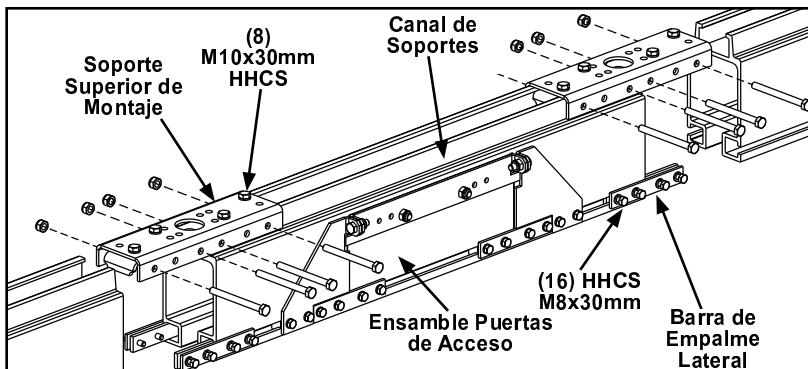
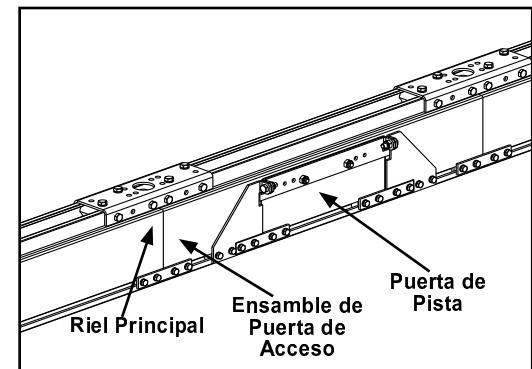

Figura 3-126
Figura 3-127
- Paso 2. Levante ensamble de puertas de acceso a posición entre dos rieles. Posicione riel y puerta de acceso juntas. Vea Figura 3-126 y Figura 3-127.
- Paso 8. Apriete ocho (8) M10 x 30 mm HHCS en soporte de montaje superior para asegurar ambos, riel y puerta de acceso. Apriete tornillos hasta que arandelas de seguridad queden planas. No apretar de más.
- Paso 9. Apriete dieciséis (16) M8 x 30 mm HHCS en barras de empalme laterales. **Apriete hasta que tornillos asienten + ¼ vuelta**. No apretar de más. Verifique que la unión del empalme no tenga claros.